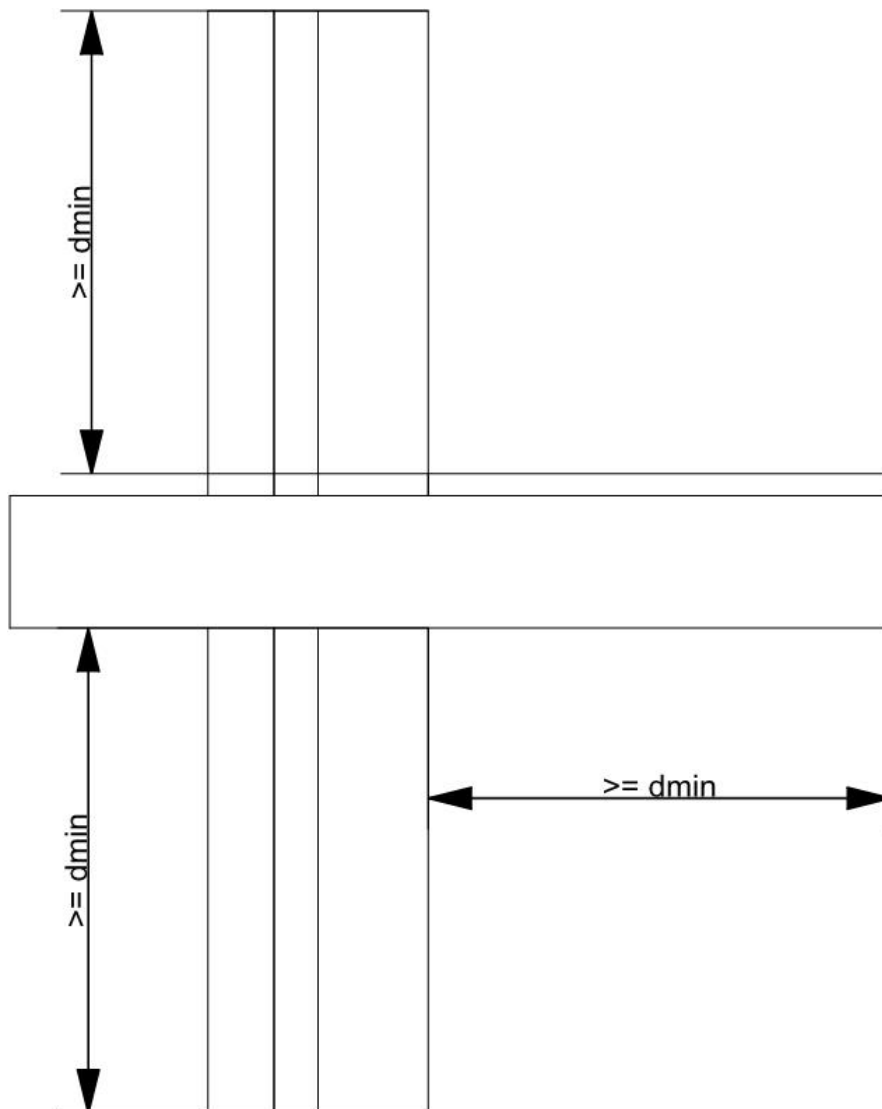

Abbildung 1: Anordnung der Schnittebenen mindestens d_{\min} (Mindestdicke) vom zentralen Element (EN ISO 10211)
- im Abstand von mindestens d_{\min} vom zentralen Element, falls keine nähere Symmetrieebene vorhanden ist (siehe Abbildung 1), wobei $d_{\min} \geq 1$ m oder das Dreifache der Dicke des flankierenden Bauteils ist, je nachdem, welches der größere Wert ist.
Wärmebrücken nennt man Bereiche, in dem die Wärmeströme sich deutlich von dem „ungestörten“ Bereich unterscheiden. Deshalb ist ein genügend großer Bereich zur Wärmebrückenberechnung abzubilden, um auch die gesamte Wärmebrücke zu erfassen. Als Empfehlung sind ca. 1m große Elemente, wie in Abb.1 gezeigt, darzustellen. Bei symmetrischen Konstruktionen, wie z.B. Rahmenholz und Gefach, reicht es, den symmetrischen Bereich abzubilden, der auch die 1 m Begrenzung unterschreiten kann (Abbildung 2).